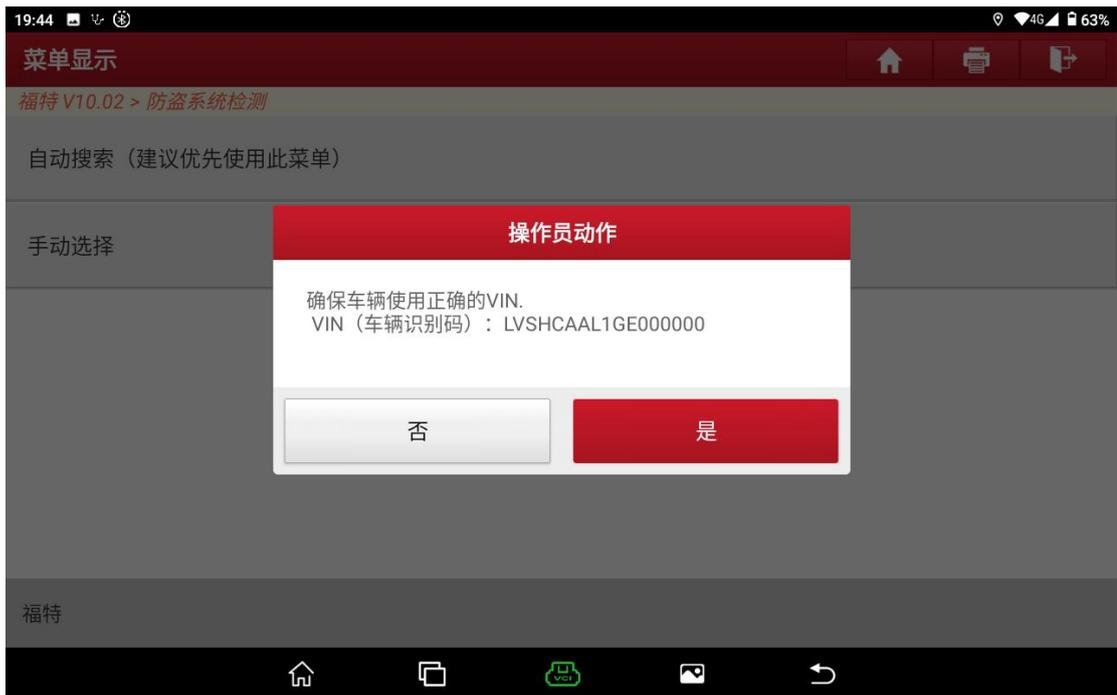

图 D5
3. 选择确认车辆 VIN 码是否正确,【否】需要手动输入正确的 VIN 码,【是】则进入下一步 (图 D5)。